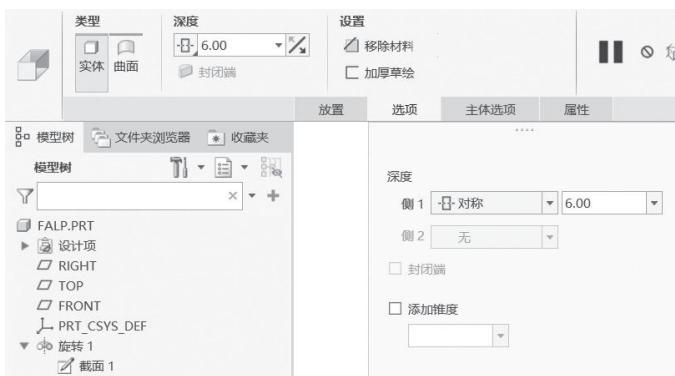
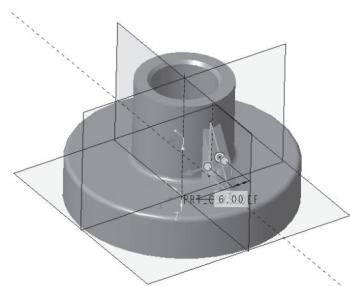

图 2-2-35 “拉伸设计”操控板
图 2-2-36 拉伸实体
(2) 单击“草绘视图”按钮`草绘`，绘制如图 2-2-34 所示的截面图，单击“草绘”操控板上的“确定”按钮，退出草绘模块。接着在“拉伸设计”操控板上按照图 2-2-35 设置两侧对称拉伸尺寸为 6.00。在“拉伸设计”操控板上单击“确定”按钮，完成拉伸实体创建，如图 2-2-36 所示。